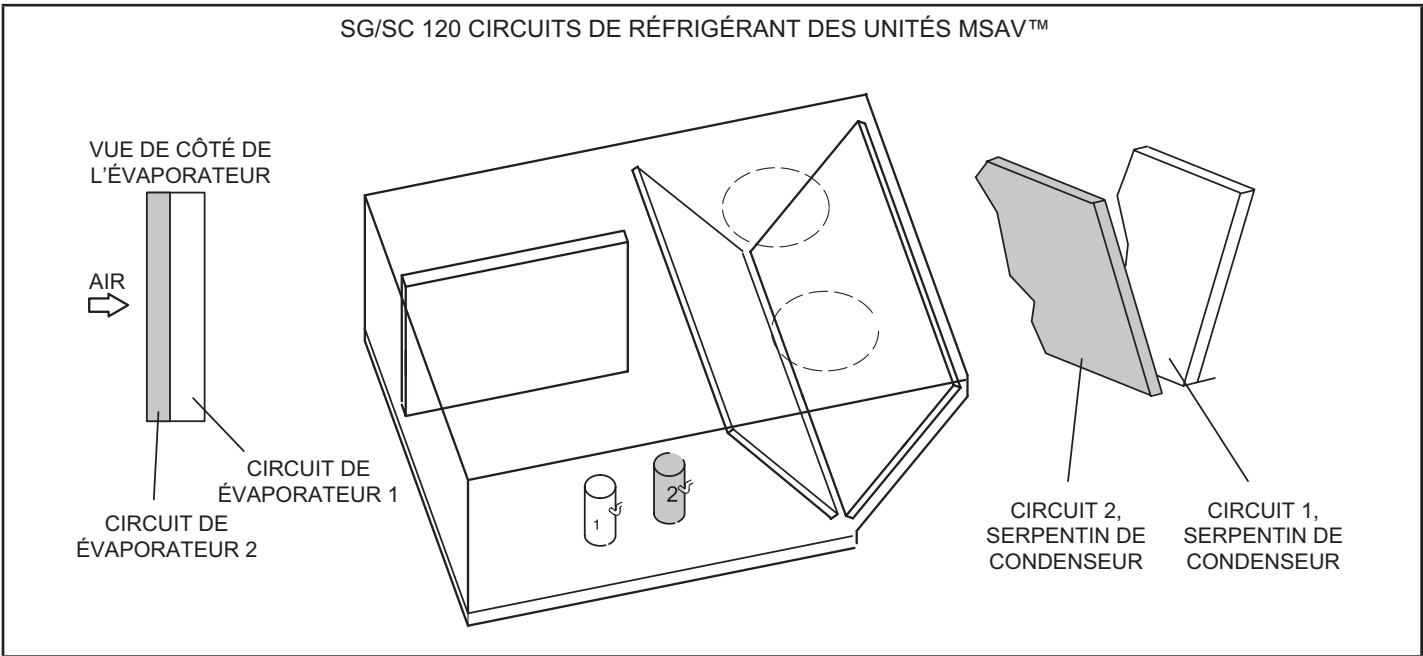

FIGURE 34
- 4 - Les unités SG/SC 120 contiennent deux circuits de réfrigérant et deux stages de climatisation. Reportez-vous à la FIGURE 34.